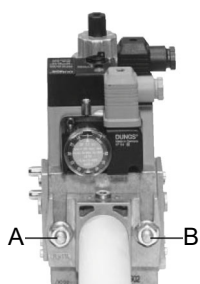
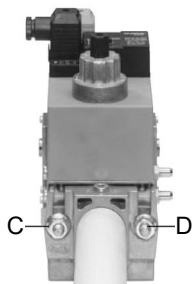
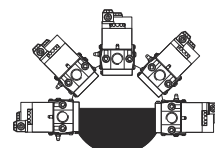

Fig. 4
Fig. 5
Fig. 7
3. stringere le viti A, B, C e D (Fig. 4 - Fig. 5), rispettando le posizioni di montaggio (Fig. 7);
Attenzione: il diaframma D dell'SKP2 deve essere verticale (vedi Fig. 4).